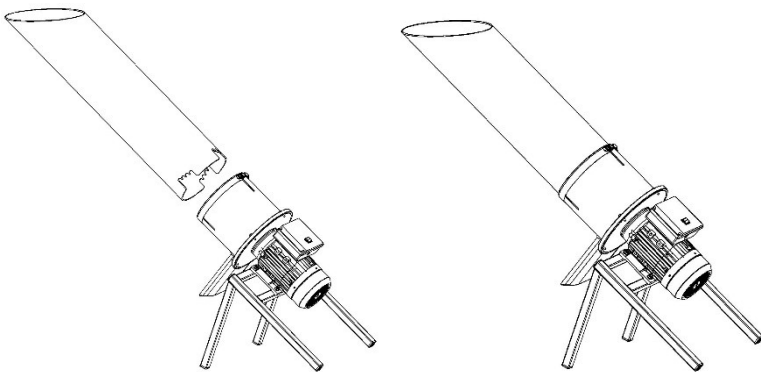

Fig. 6
- 6) Installieren Sie den Zuführschlauch. Bild 6.